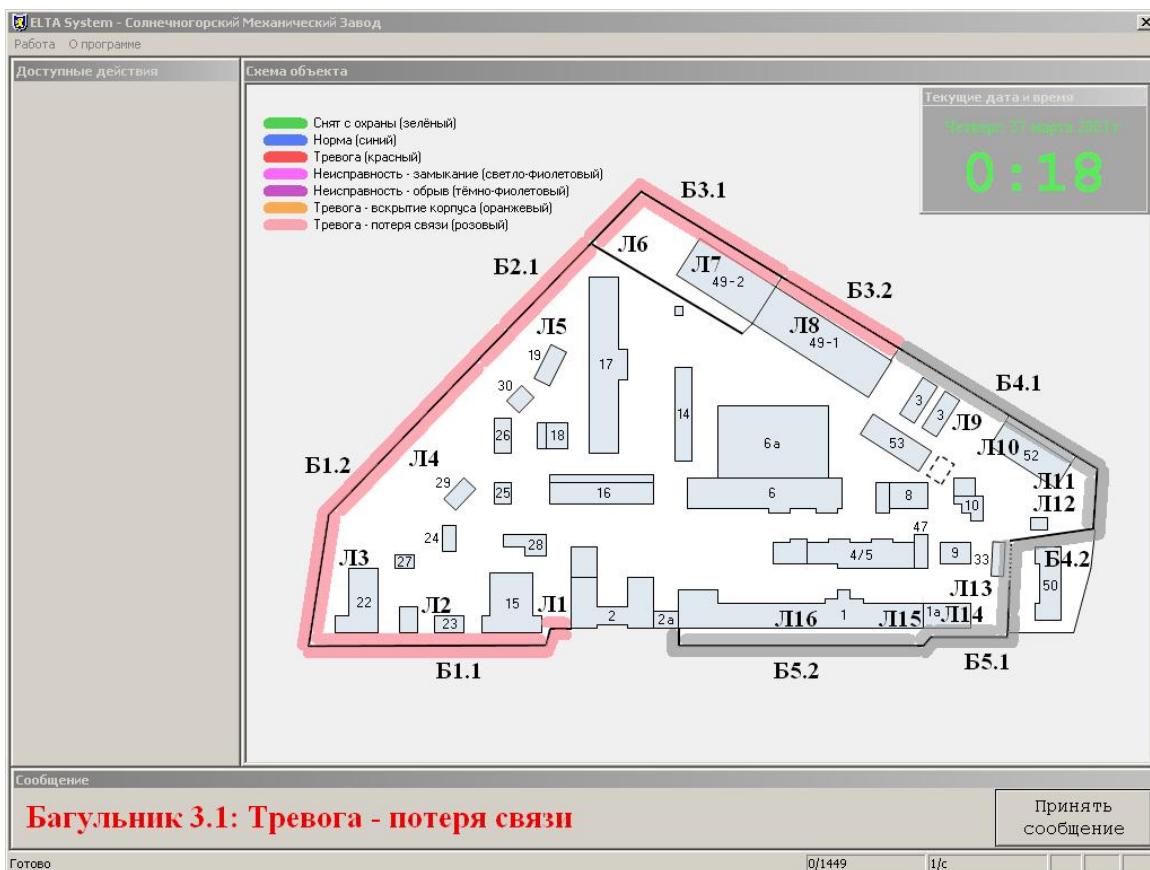

Рис.2.7.
2.5.1. При поступлении тревожного сообщения появляется соответствующий транспарант в окне тревожных сообщений (рис. 2.7.), включается звуковой сигнал, напоминающий сирену. Для выключения сигнала сирены необходимо подвести курсор мышки на красные буквы транспаранта и кликнуть левой кнопкой мышки.